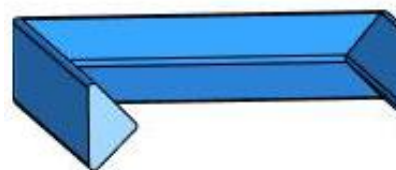

Рисунок 4 – Вариант профиля рамки фигуры
- ✓ фигуры должны чётко позиционироваться на поле, поэтому в поле выполнены бороздки, а на фигурах – выпирающие вверх и вниз бортики по краю (фигуры в процессе игры можно переворачивать); для экономии времени 3D-печати следует модифицировать фигуры: как вариант, предлагается выполнить их рамками треугольного профиля, без заполнения плоскости материалом (см. Рисунок 4);